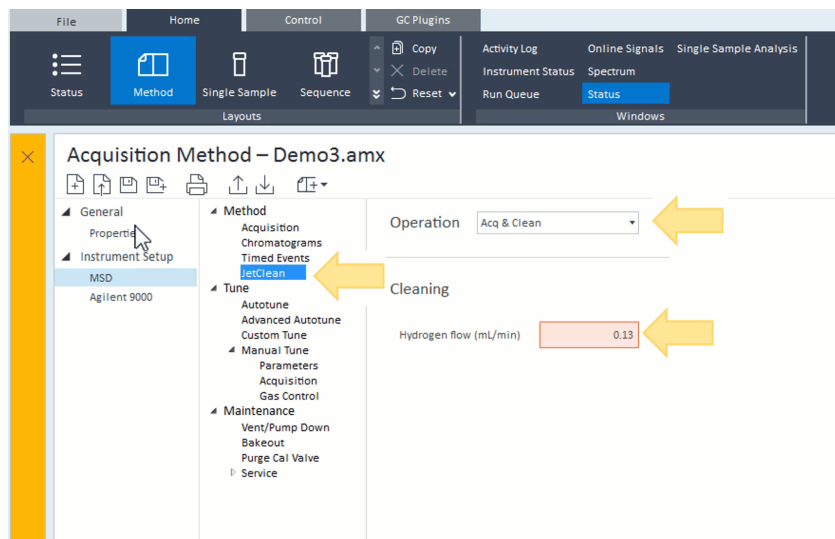

Figura 33. Parâmetros de aquisição do método
- c Clique em **JetClean** e, em seguida, no menu suspenso **Operação**, selecione **Aq & Limpeza**. Essa opção não estará disponível se seu MSD não estiver configurado com um controlador de fluxo de gás. (Consulte Figura 33.)